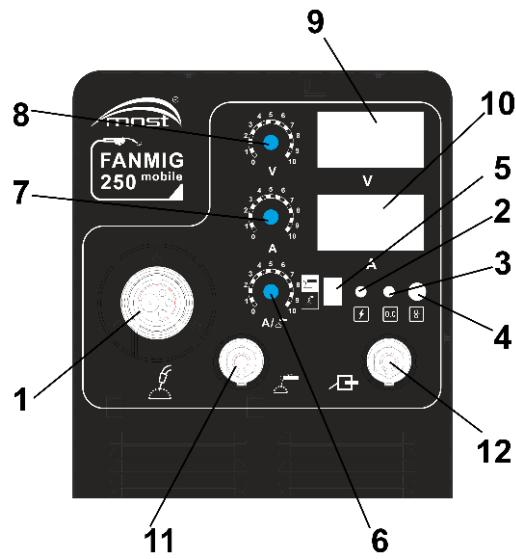
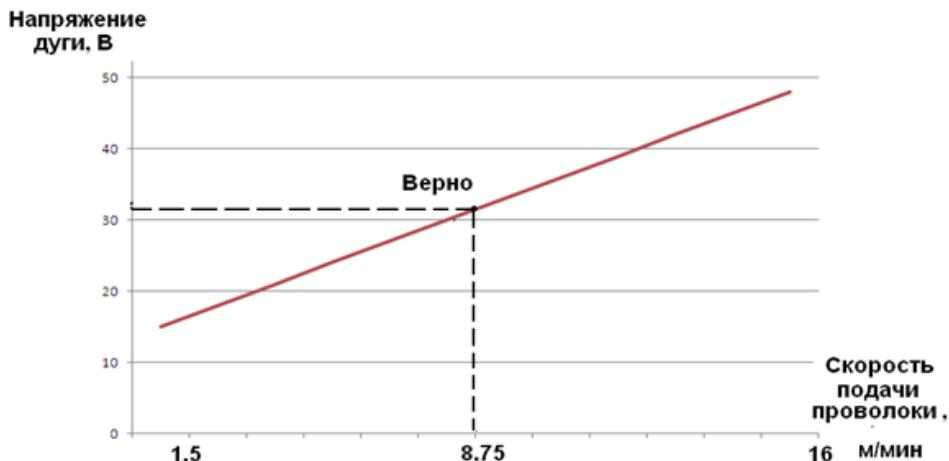
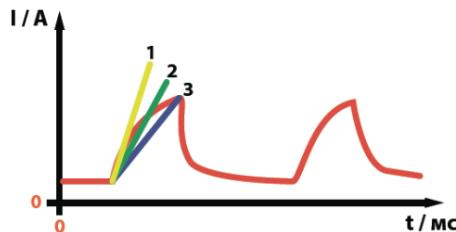

Рис. 1.1. Передняя панель аппарата.
Рис. 7. График соотношения напряжения дуги и скорости подачи проволоки.
Рис. 8. График зависимости сварочного тока от индуктивности.
«-» или «+» (поз. 12 и 11, рис. 1.1) на передней панели сварочного аппарата (в зависимости от требуемой полярности), а кабель переключения полярности в свободную панельную розетку и закрутите их по часовой стрелке.
прямая полярность - кабель клеммы заземления подключен к панельной розетке «+» (поз. 11, рис. 1.1);
обратная полярность – кабель клеммы заземления подключен к панельной розетке «-» (поз. 12, рис. 1.1).
1. На передней панели сварочного аппарата имеются панельные розетки «+» и «-» (поз. 11 и 12, рис. 1.1). Существуют два способа подключения сварочных принадлежностей:
- прямая полярность – электрододержатель подсоединен к панельной розетке «-» (поз. 12, рис. 1.1), а кабель с клеммой заземления к панельной розетке «+» (поз. 11, рис. 1.1);
- обратная полярность – кабель клеммы заземления подсоединен к панельной розетке «-» (поз. 12, рис. 1.1), а электрододержатель – к панельной розетке «+» (поз. 11, рис. 1.1).
2. Переведите переключатель MIG/MMA (поз. 5, рис. 1.1) в положение MIG.
3. Нажмите кнопку холостого прогона проволоки (поз. 4, рис. 1.1) для протяжки проволоки через горелку.
4. Регулятором скорости подачи проволоки на подающем механизме установите соответствующую подачу проволоки и напряжение дуги. Сварочный ток в режиме сварки MIG зависит пропорционально от скорости подачи проволоки и выставляется ее регулятором. На индикаторе сварочного тока (поз. 10, рис. 1.1) при предварительной настройке ничего не отображается - показания сварочного тока появятся только в процессе сварки. Подобрать оптимальное отношение напряжения и скорости подачи сварочной проволоки можно в соответствии с графиком (рис. 7).
6. Установите значение индуктивности, чтобы получить нужную жесткость дуги. При повороте регулятора индуктивности (поз. 6, рис. 1.1) до конца против часовой стрелки значение индуктивности будет минимальным (более вертикальная линия 1, рис. 8), а дуга наиболее жесткой. Этот режим более глубокого проплавления материалов. При повороте регулятора по часовой
стрелке значение индуктивности будет увеличиваться (более пологая линия 3, рис. 8), а разбрызгивание металла уменьшаться вместе с жесткостью дуги - применяется для облицовочных швов.